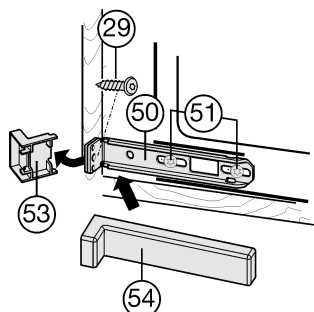

Fig. 20
- ▶ Desserrer un peu les vis Fig. 20 (51).
- ▶ Visser à fond la cornière inférieure de fixation Fig. 20 (50) à la paroi du meuble avec une vis à panneaux d'agglomérés Fig. 20 (29) $\varnothing 4 \times 19$.
- ▶ Enlever les parties du cache Fig. 20 (53) dépassant en les cassant.
- ▶ Resserrer les vis Fig. 20 (51).
- ▶ Poser le cache Fig. 20 (54) sur la cornière de fixation Fig. 20 (50) du bas.